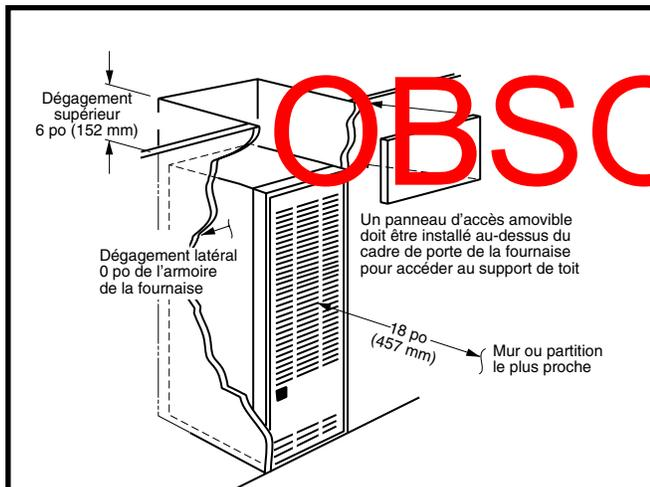
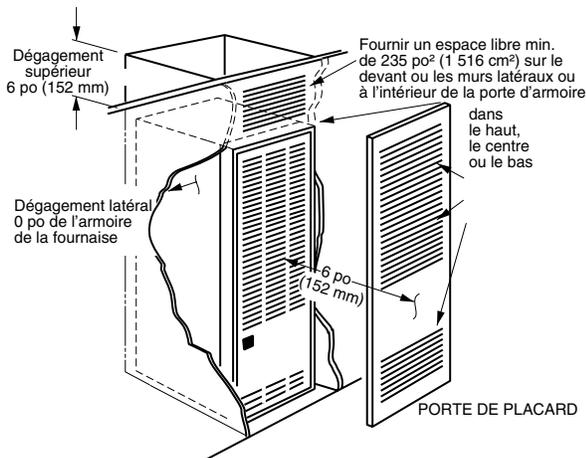
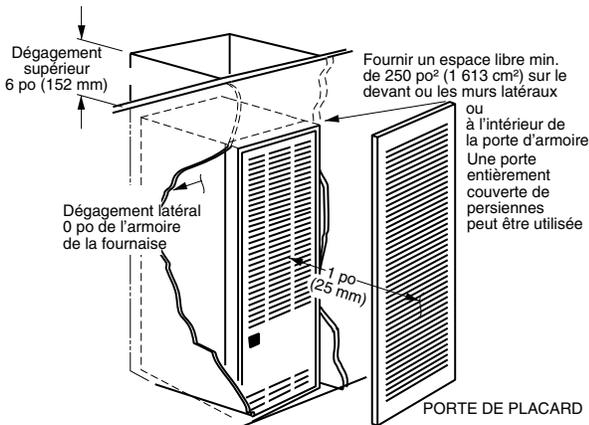

Figure 1. Installation dans une alcôve
Figure 2. Installations de placard
Figure 3. Dégagement spécial de 2,5 cm
Cet appareil de chauffage doit être installé avec un dégagement au moins égal aux minimums spécifiés dans le Tableau 1, (page 5). Cette fournaise doit être installée avec un dégagement amplement suffisant pour permettre un accès facile au filtre à air, à l'ensemble du souffleur, à l'ensemble du brûleur, aux commandes et aux branchements d'aération. Voyez la Figure 1, Figure 2 et la Figure 3.
- Les dimensions de la pièce ou de l'alcôve doivent convenir à la taille complète des dégagements de la fournaise et de l'installation spécifiés dans le Tableau 1, (page 5) et dans la Figure 1 (page 4).